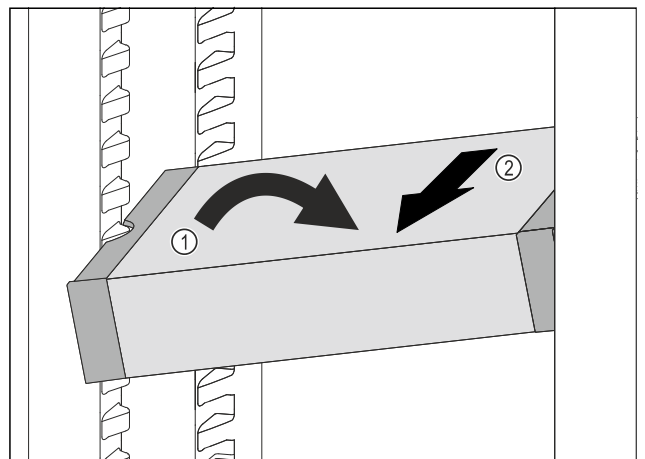

Fig. 142
- Nustatykite VarioSafe šaldytuvo skyriuje įstrižai. Fig. 142 (1)
- Išimkite VarioSafe į priekį. Fig. 142 (2)